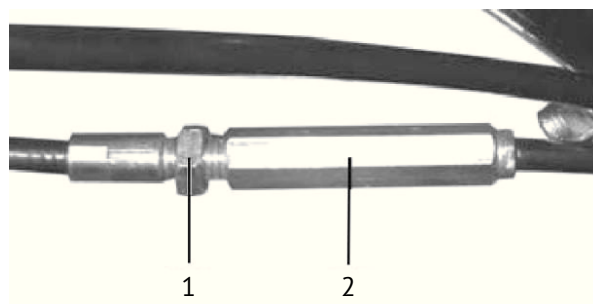

рис. 10
- отрегулируйте приводные тросы с помощью резьбовой втулки (рис.10 поз.2), расположенной в средней части троса: для натяжения:
ослабьте гайку (рис.10 поз.1), а затем переместите резьбовую втулку вверх и затяните гайку до втулки, для ослабления: ослабьте гайку (рис.10 поз.1) и переместите резьбовую втулку вниз и затяните гайку до втулки.